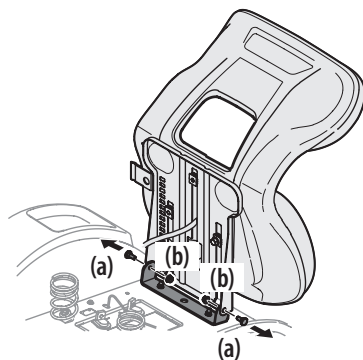

Figure 2
2. Retirez les deux boulons à épaulement (a) et les deux écrous autobloquants (b) du plateau du siège. Voir Figure 2.